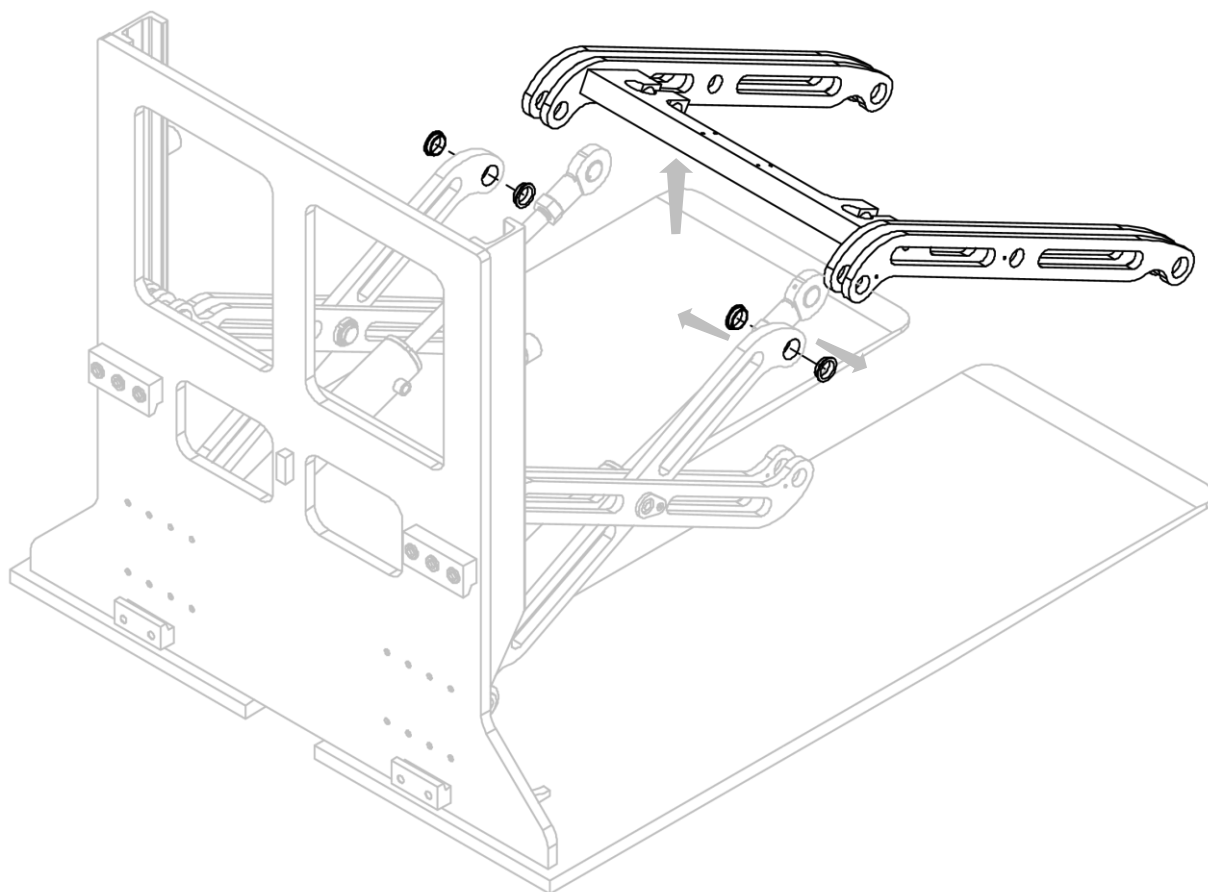

Figura 23
6. Rimuovere la coppia di bracci dall'attrezzatura, con le relative boccole di oscillazione (vedi *Figura 23*).